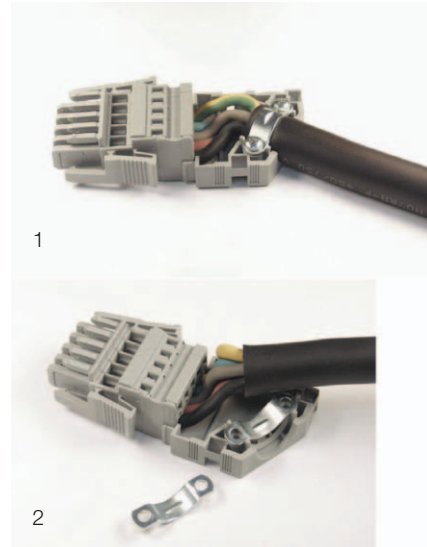

Imagen 81: Conector con caja de tracción
- Introduce los cables en la caja de tracción, tal y como se muestra en la imagen 81, y fije el cable de conexión con una brida a la caja de tracción.
Para garantizar una tracción suficiente también en cables con una sección de < 12 mm, debe introducirse una segunda brida bajo el cable (imagen 81, pos. 2).